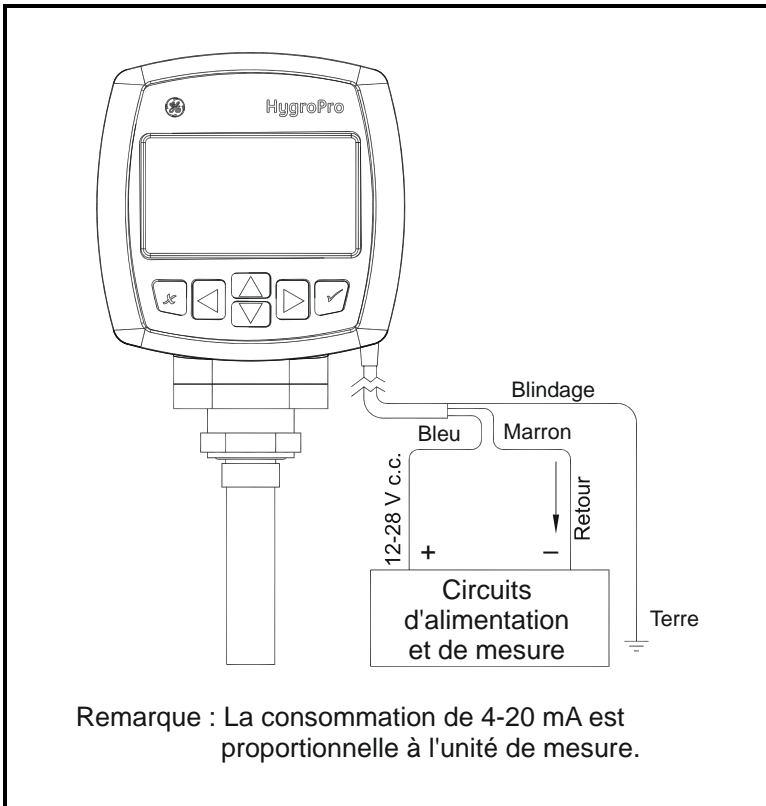

Figure 3 : Branchement de câbles standard
2. Branchez les conducteurs volants à l'autre extrémité du câble du transmetteur sur votre alimentation et sur le système d'acquisition des données (DAS), comme illustré à la figure 3, page 7. Pour la description des conducteurs du câble fourni par l'usine, reportez-vous au Tableau 1.